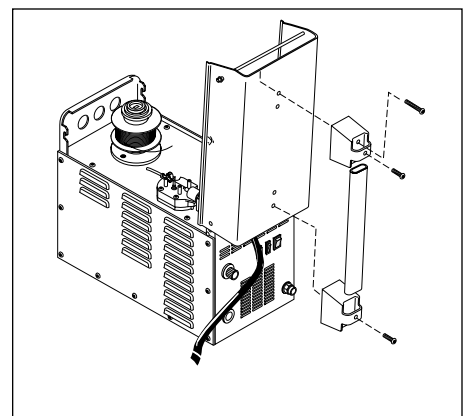

Figura 2 - Ensamblaje Del Mango
2. Aperne las tapas del mango de plástico en la cubierta, tal como se muestra (Figura 2).